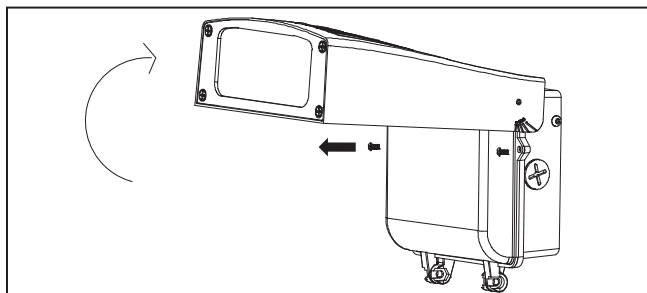

Figure 3.
3. À l'aide d'un tournevis à tête Phillips, desserrez, mais ne retirez pas complètement la vis de réglage de l'angle latéral et réglez la tête du luminaire vers le haut à 90°. (Figure 3)
4. Ouvrez le boîtier de commande en dévissant la partie supérieure du boîtier de commande. (Figure 3)